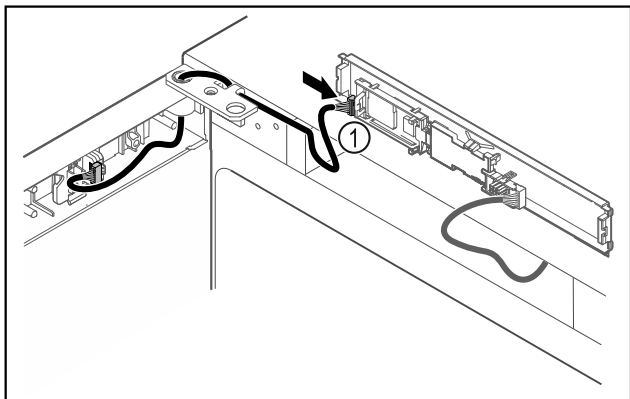

Fig. 48
- Připojte zástrčku Fig. 48 (1) na desku.